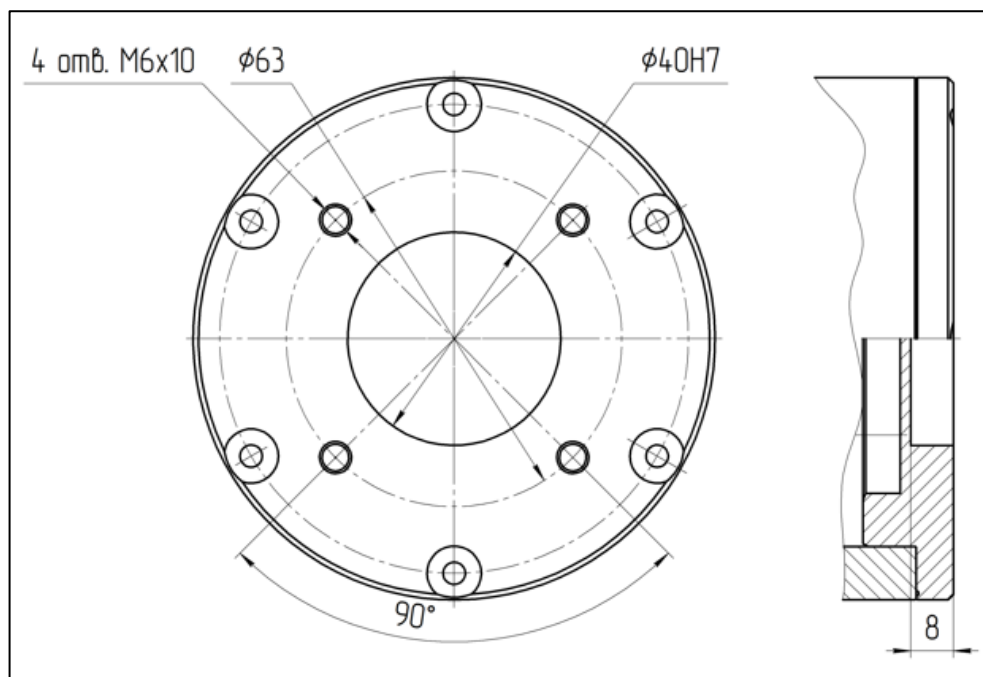

Рисунок I-14 – Фланец инструмента
- з) закрепите рабочий инструмент на фланец (см. Рисунок I-14):